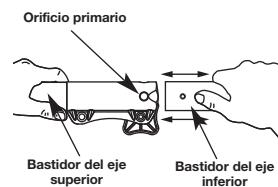

Fig. 13
2. Mientras sostiene el accesorio con firmeza, empújelo en línea recta en el acoplador EZ-LINK® (Fig. 13).
3. Mientras sostiene el bastidor del eje superior con firmeza, tire del accesorio de corte o accesorio en línea recta fuera del acoplador EZ-LINK® (Fig. 13)